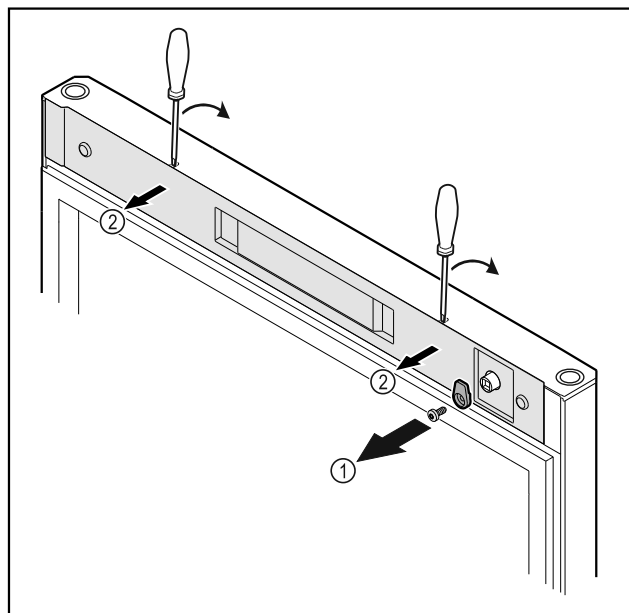

Fig. 8
- Dévisser le crochet de fermeture Fig. 8 (1).
- Décrocher le cache Fig. 8 (2) avec un petit tournevis et le retirer.